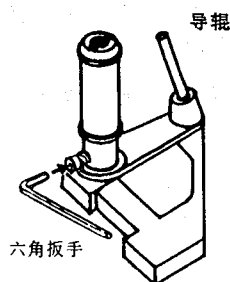

图 4-33
- b) 先松开导辊底部的设定螺丝, 然后再用导辊调整专用螺丝刀(JIGDRIVERH-4) 稍微将其旋至能轻松圆滑地转动它之程度。(见图4-33)